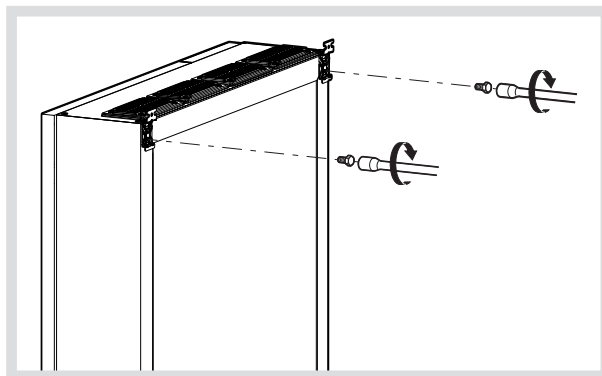

Bild 11: Montage Befestigungslaschen für Hängebefestigung
- 2 Befestigungslaschen zum Einhängen in die Tragschiene rückseitig am Energiespeicher-system oben anschrauben (Bild 11).